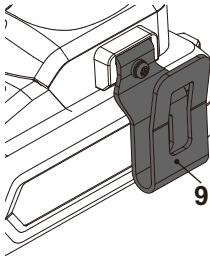

Fig. 10
- > Fixe o clipe para cinto (9) à ranhura e fixe-o com parafuso (Fig. 10).